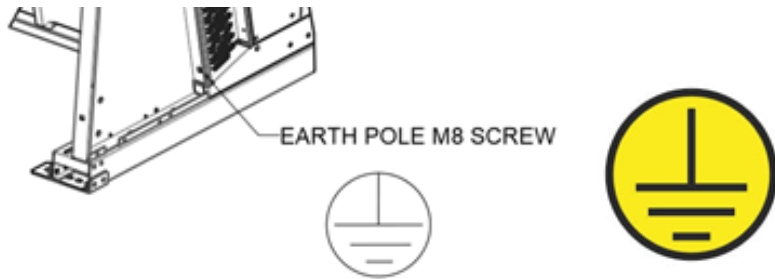

Fig. 6.3 - Particolare della posizione del polo di terra
Prima di collegare l'unità alla rete elettrica, verificare che siano stati utilizzati i dispositivi di sezionamento ed interruzione dalla rete di alimentazione, di protezione contro la scossa elettrica, di protezione dell'equipaggiamento e quant'altro previsto dalla normativa vigente. Il telaio di ogni modello è dotato di un polo di terra (PE) con etichetta di identificazione. E' obbligatorio collegare il polo di terra del modello all'impianto o al conduttore esterno di messa a terra (vedi Fig. 6.3).